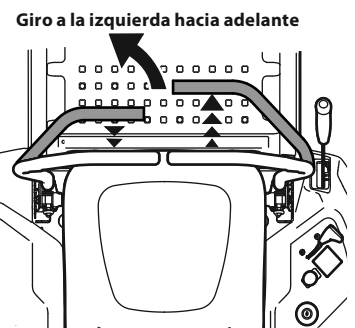

Figura 22
1. Para girar a la izquierda, mueva la palanca de control de la transmisión del lado izquierdo hacia atrás respecto de la palanca de control de la transmisión derecha. Consulte la Figura 22.